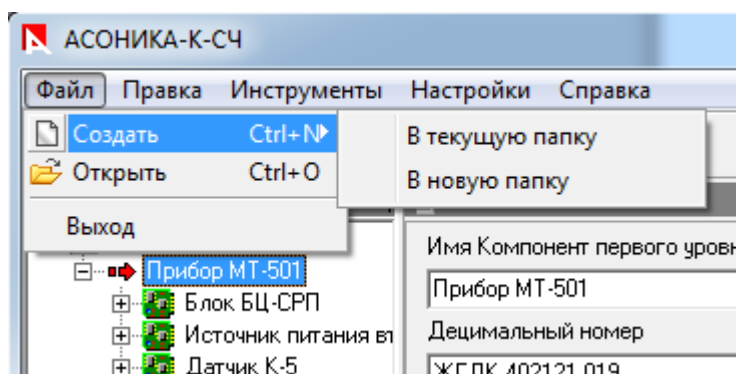

Рис. 3.9. Выбор папки создания проекта
В появившемся меню (см. рис. 3.9) выберите пункт «Создать».
- В появившемся меню (см. рис. 3.9) выберите пункт «В текущую папку». В этом случае Ваш проект будет создан в папке, которую Вы указали при настройке системы.
- В меню (см. рис. 3.9) выберите пункт «В новую папку».